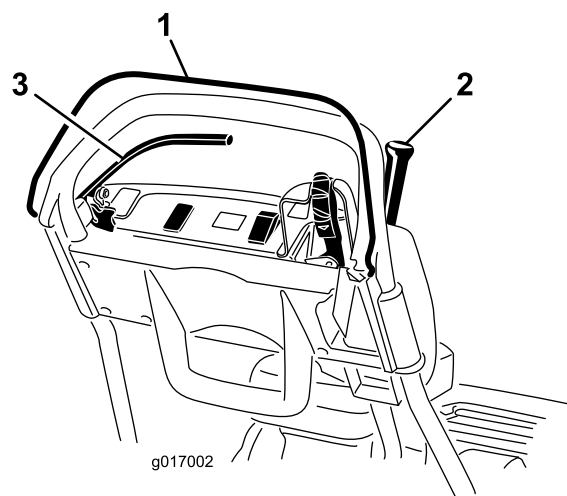

Figure 27
3. Relâchez la commande OPC et essayez d'engager le levier de commande de déplacement (Figure 27). Le levier de commande de déplacement ne doit pas s'engager. Si le levier de commande de déplacement s'engage, le système de sécurité doit être révisé. Corrigez le problème avant d'utiliser la machine. Voir la Entretien du contacteur de sécurité de déplacement (page 32).
4. Appuyez sur la commande OPC et engagez le levier de commande de déplacement, puis relâchez la commande OPC (Figure 27). Le levier de commande de déplacement doit s'engager. Si le levier de commande de déplacement ne s'engage pas, le système de sécurité doit être révisé. Corrigez le problème avant d'utiliser la machine. Voir la Entretien du contacteur de sécurité de déplacement (page 32) ou la Réglage de la transmission aux roues (page 35).
5. Après avoir appuyé sur la commande OPC et déplacé le levier de changement vers la gauche, engagez le levier de commande de déplacement et du cylindre, puis relâchez la commande OPC (Figure 27). Le levier de commande de déplacement doit s'engager. Si le levier de commande de déplacement ne s'engage pas, le système de sécurité doit être révisé. Corrigez le problème avant d'utiliser la machine. Voir la Entretien du contacteur de sécurité de déplacement (page 32), la Réglage de la transmission aux roues (page 35) ou la Réglage de la commande du cylindre (page 35).
6. Après avoir appuyé sur la commande OPC et déplacé le levier de changement vers la gauche pour engager la commande de déplacement et du cylindre, déplacez le levier de changement vers la droite pour désengager la commande du cylindre (Figure 27). La commande du cylindre doit se désengager. Si le levier de commande de déplacement ne s'engage pas, le système de sécurité doit être révisé. Corrigez le problème avant d'utiliser la machine. Voir la Réglage de la commande du cylindre (page 35).
2. Appuyez sur la commande OPC, engagez le levier de commande de déplacement et amenez les commandes du moteur en position de démarrage (Figure 27). Essayez de mettre le moteur en marche. Le moteur ne doit pas démarrer. Si le moteur démarre, le contacteur de sécurité est défectueux. Corrigez le problème avant d'utiliser la machine. Voir la Entretien du contacteur de sécurité de déplacement (page 32).
2. Appuyez sur le levier de commande de déplacement, serrez le frein de service et amenez les commandes du moteur en position de démarrage (Figure 27). Essayez de mettre le moteur en marche. Le moteur doit démarrer. Si le moteur ne démarre pas, le contacteur de sécurité est défectueux. Corrigez le problème avant d'utiliser la machine. Voir la Entretien du contacteur de sécurité de frein (page 32).
3. Moteur en marche, serrez le frein de service (pas le frein de stationnement), appuyez sur la commande OPC et engagez le levier de commande de déplacement (Figure 27). Le moteur doit alors peiner pour faire avancer la machine mais ne doit pas caler. Si le moteur cale immédiatement, le contacteur de sécurité est défectueux. Corrigez le problème avant d'utiliser la machine. Voir la Entretien du contacteur de sécurité de frein (page 32).
4. Moteur en marche, serrez le frein de stationnement, appuyez sur la commande OPC et engagez le levier de commande de déplacement (Figure 27). Le moteur doit s'arrêter. Si le moteur ne s'arrête pas, le contacteur de sécurité est défectueux. Corrigez le problème avant d'utiliser la machine. Voir la Entretien du contacteur de sécurité de frein (page 32).